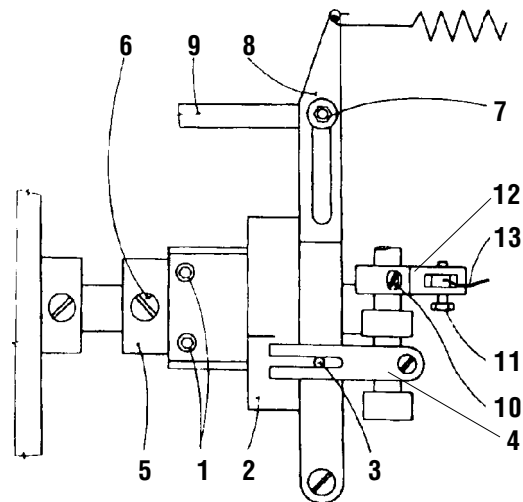

Abb. 22
21. Zeiteinstellung des Steuernockens des Fadenabschneiders (Abb. 22)
22. Einstellung des Hubes des beweglichen Schneidmessers (Abb. 22)
23. Einstellung der Lockerung des Oberfadenspanners (Abb. 22)